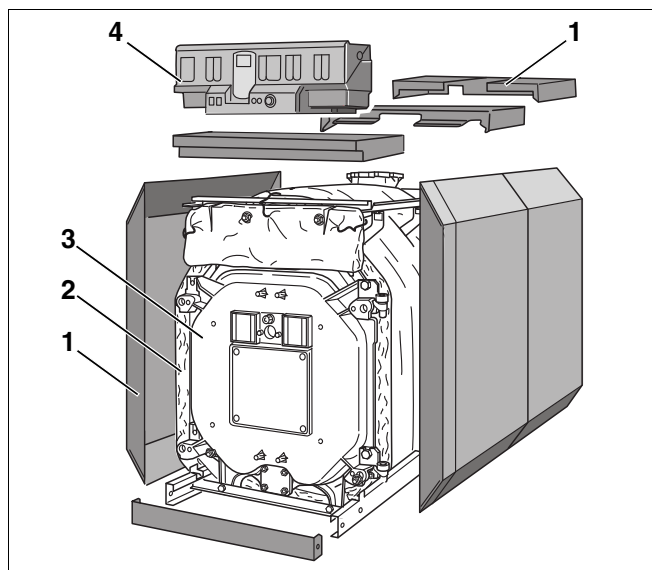
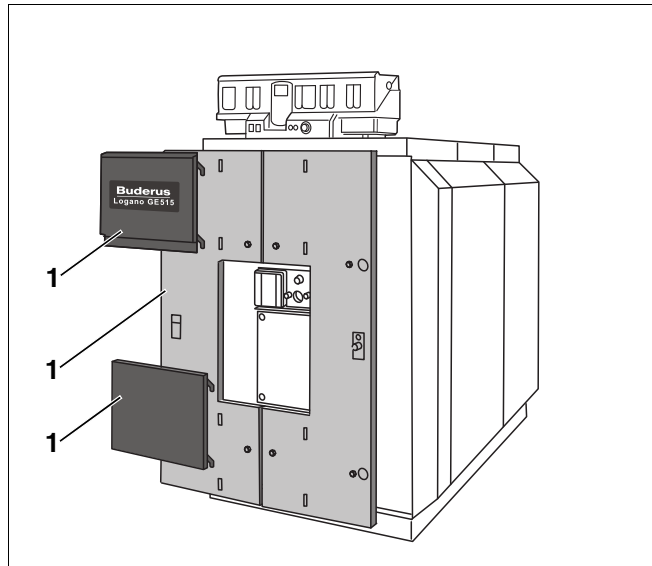

Fig. 1 Chaudière spéciale fioul/gaz Logano GE515
Fig. 2 Chaudière spéciale fioul/gaz Logano GE515
- Bloc chaudière (fig. 1, **pos. 3**).
- Jaquette de chaudière (habillage, fig. 1 et fig. 2, **pos. 1**), isolation thermique (fig. 1, **pos. 2**).
- Appareil de régulation (fig. 1, **pos. 4**)